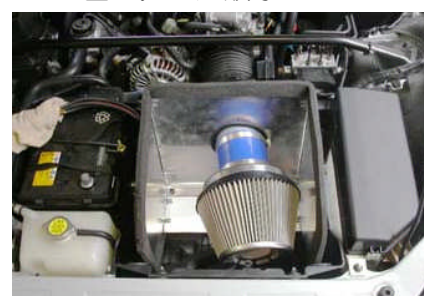

図5. コア取り付け
- 1) 手順2で組み上げたクリーナーアタッチメントアッセンブリーにクリーナーコアを取り付けます。(図5参照)